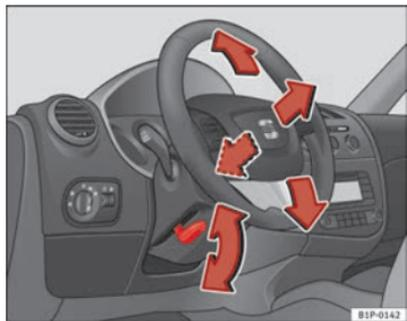

Fig. 114 Regulação da posição do volante
- Puxe para baixo a alavanca ⇒ Fig. 114 situada por baixo da coluna da direcção ⇒ ⚠.